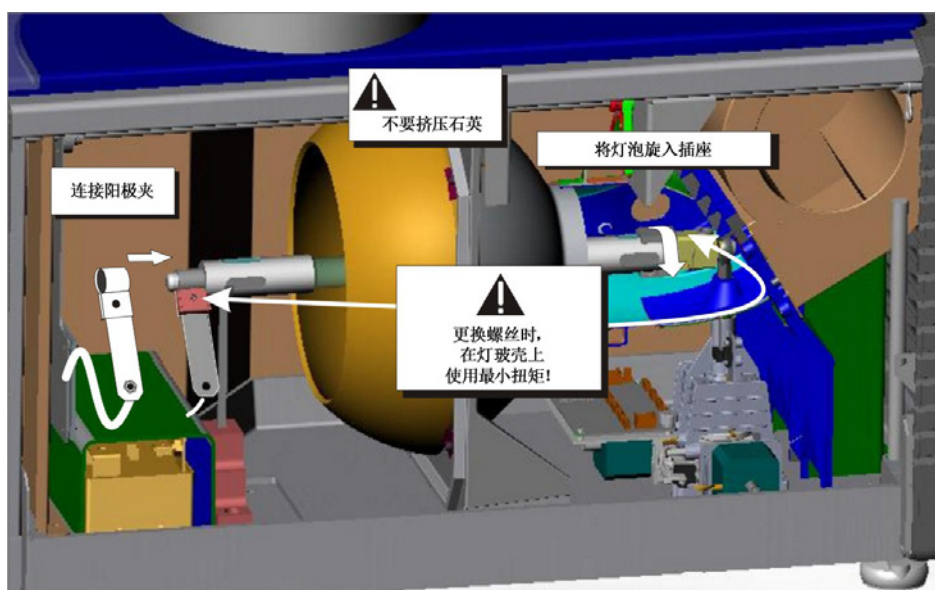

图 4-2 安装新灯泡
- c. 将灯泡有螺纹的阴极 (-) 端插入位于灯泡室后侧的负极灯泡接头螺母中。(图 4-2) 用双手将此端拧入螺纹螺母中并用手拧紧。当心！ **1)** 只能拿住灯泡的阴极 / 阳极端轴，决不能拿住玻璃。不要过度拧紧。不要以任何方式对玻璃施加压力。 **2)** 检查导线。确保灯泡和启动器之间的阳极 (+) 导线远离投影机的任何金属部分，例如反射器或防火墙。
- d. 将灯泡的阳极 (+) 放在阳极叉架上，并将正极灯泡接头滑到灯泡端上。(图 4-2) 使用 5 毫米艾伦内六角扳手与阳极夹一起挤压，确保不在灯泡石英管上施加任何扭矩。 **Important!** 对于 *CDXL-30SD* 灯泡，当灯泡安装在 14 毫米的螺纹内并拧紧紧固螺丝后，确保灯泡阳极端的“扁平”部分（如适用）面向 10 点钟或 2 点钟位置。对于所有其他类型的灯泡，保持灯泡阳极端的“扁平”部分朝上。警告！ 爆炸危险 — 不要对灯泡的阳极端施加扭矩。